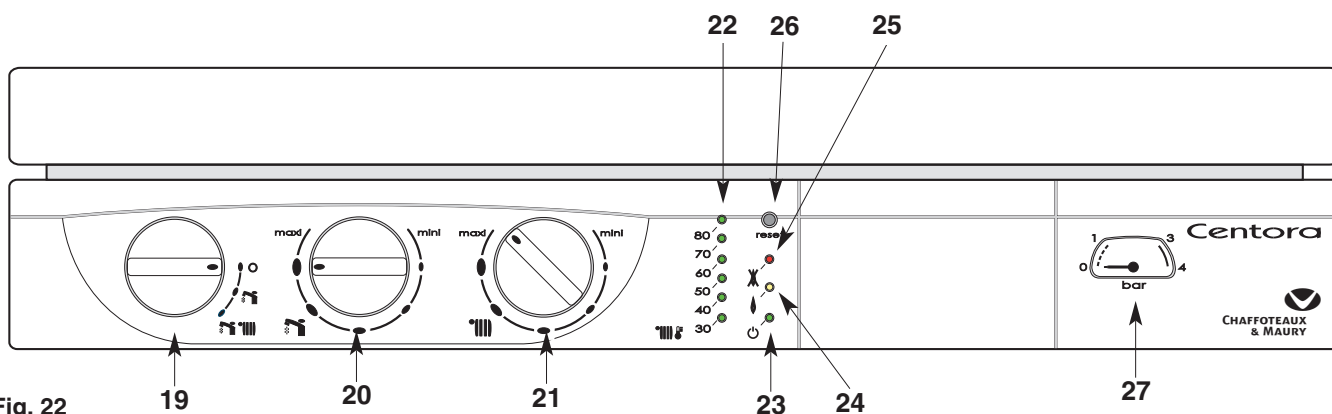

Fig. 22
### Tableau de bord (fig. 22)
- Placez le commutateur **19** (fig. 22) en position  voyant vert **23** allumé ; le voyant orange **24** (fig. 22) s'allume chaque fois que le brûleur entre en fonction. Pendant un puisage sanitaire, la fonction chauffage est interrompue.
Le bouton de réglage du chauffage **21**  (fig. 22) donne la possibilité d'ajuster la température de l'eau du circuit de chauffage en fonction des besoins saisonniers.
L'indicateur **22**  (fig. 22) affiche cette température.
*Ne pas oublier de le rouvrir en début de saison de chauffage, lorsque l'on replace le commutateur **19** (fig. 22) en position .*
Pour faire redémarrer la chaudière, appuyez sur le bouton de réarmement **26** (fig. 22), le voyant rouge s'éteint, le cycle d'allumage recommence.